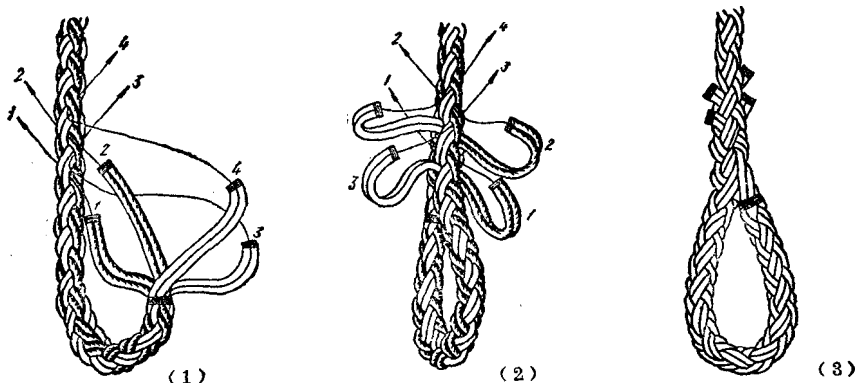

图1-38 八股化纤缆双股插琵琶头
将缆绳分为四组，搓向一致的1、2组放在一边，搓向一致的3、4组放在另一边，如图1-38(1)所示。
根据琵琶头所需周长的大小把1、2组压在被插接绳与1、2组搓向一致的绳子上同时穿出。再把3、4组同样压在被插接绳与3、4组搓向一致的绳子上穿出如图1-38(1)，也就是搓向一致的插接绳与搓向一致的被插接绳同孔穿出，这叫起头，也就是插好了一花。
如图1-38(2)所示将琵琶头掉转180°，将1组压在被插接绳与1组搓向一致的绳子上，也就是与1组同孔穿出的绳子上穿出，如图1-38(2)所示。为了避免穿四股的现象，因此1组穿好后穿3组，再穿2组，最后穿4组。下面的2、3、4组的穿法与1组相同，即搓向
注：图1-38 中被插绳中有两组划有斜线而插接绳的1、2组也划有斜线，则表示它们的搓向是一致的，而3、4组没有划斜线，被插接绳也有两组没有划斜线，则表示它们的搓向是另一方向的。
再将琵琶头掉转 180°即成起头时所摆的位置，把 1、2、3、4 组同第 4 步骤所插的方法一样再插一次，这样三花即插完。然后把插好后多余的绳头剪齐，用烙铁将其熨平。如图 1-38(3) 所示。